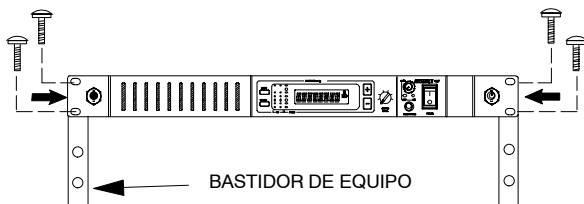

FIGURA 8
3. Coloque el receptor en el bastidor de equipo y fíjelo con los tornillos provistos. Vea la Figura 8.